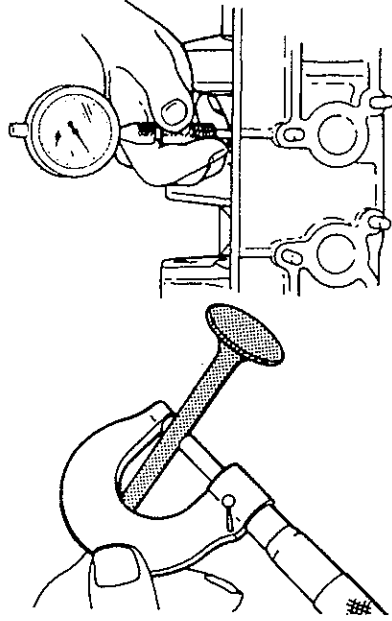
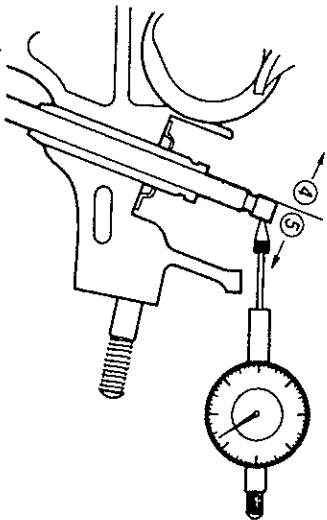

Fig. 3-57
Fig. 3-58
Use un micrómetro y calibre para medir el diámetro de los vástagos de válvula y las guías, afin de determinar la holgura entre vástago y guía. Asegúrese de medir en más de un punto a lo largo de cada vástago y guía, como se muestra en la Fig. 3-57.
Si no se dispone de un calibre como el de la Fig. 3-57, verifique el pandeo del vástago de válvula con un calibre de reloj, como se muestra en la Fig. 3-58. Mueva el extremo del vástago en las direcciones (4) y (5) y determine si se precisa o no cambiar, según los valores límite: